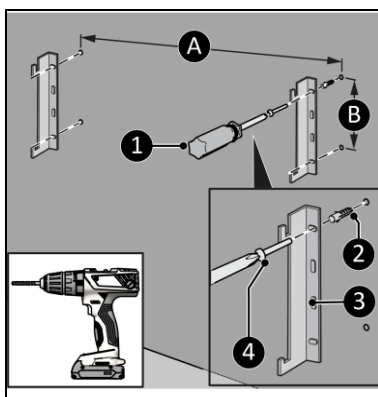

Figure 9
4. Percez quatre trous pour les supports, les deux trous inférieurs étant situés à au moins 125 mm au-dessus du sol. La distance entre les trous verticaux (figure 9, pos. B) est de 105 mm.
La distance entre les trous horizontaux est d'environ (figure 9, pos. A et B)* :
5. Insérez des chevilles murales (figure 9, pos. 2).
6. Vissez et serrez un support gauche et un support droit (figure 9, pos. 3) au mur avec une grande vis (figure 9, pos. 4) en utilisant un tournevis Phillips (figure 9, pos. 1).